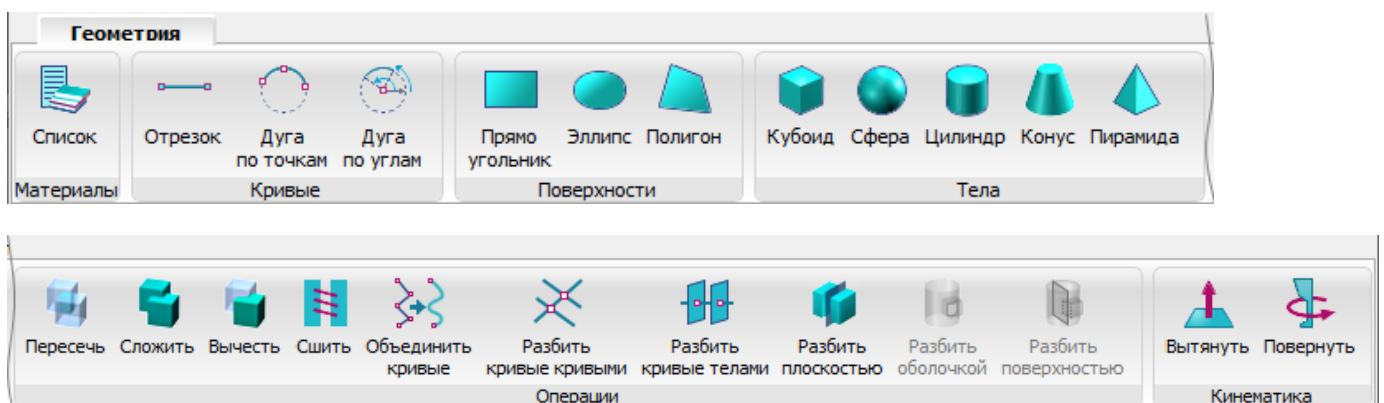

Рис. 131
16.1.3.1. Меню «Геометрия» предназначено для построения геометрической модели проекта и создания списка материалов ее объектов. Меню содержит команды задания одномерных, двумерных, трехмерных примитивов и операций с ними. Здесь же находится команда создания списка материалов, назначаемых объектам модели. Меню «Геометрия» показано на рис. 131.